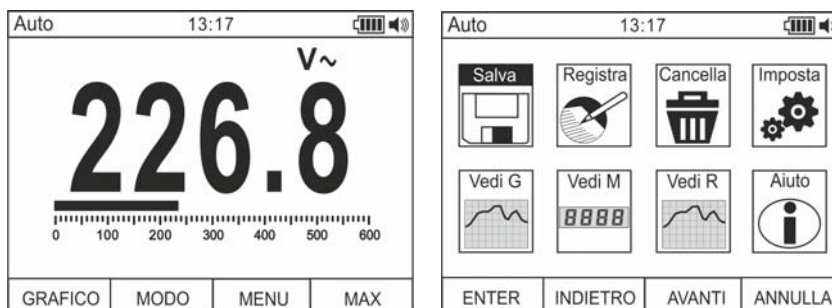

Fig. 9: Menu generale dello strumento
1. Con misura presente a display (vedere Fig. 9 – parte sinistra) premere il tasto funzione **F3** per accedere al menu generale dello strumento. La videata (vedere Fig. 9 – parte destra) è mostrata a display